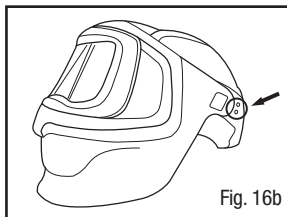

Fig. 16b
- Ubique los puntos de conexión de la orejera en el exterior del armazón de la careta (Figs. 16b & c) **NOTA:** Hay espacios en el exterior del armazón donde se conectan las orejas. Use una pluma o desarmador para empujar en los puntos de conexión para iniciar el orificio (i.e., haga un espacio). Esto facilitará la colocación de los tornillos en el armazón.